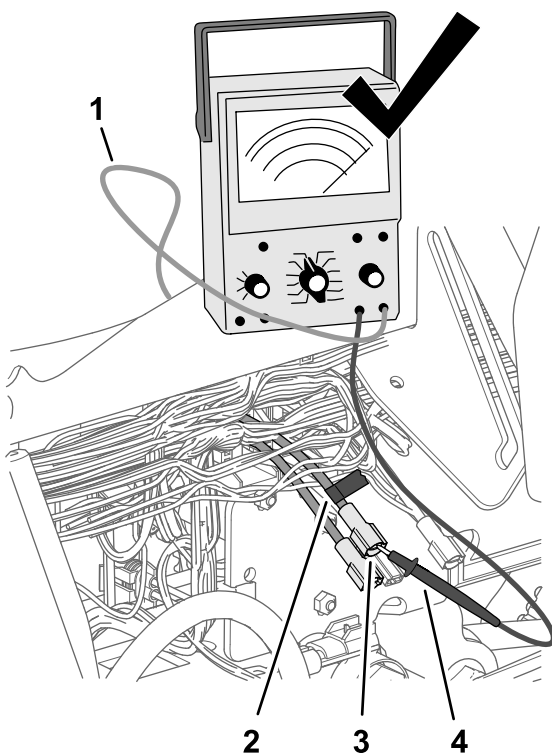

Рисунок 229
- Используйте отрезок клейкой ленты, чтобы отметить разъем и провод, месторасположение которых определено при выполнении пункта 3 (Рисунок 229).